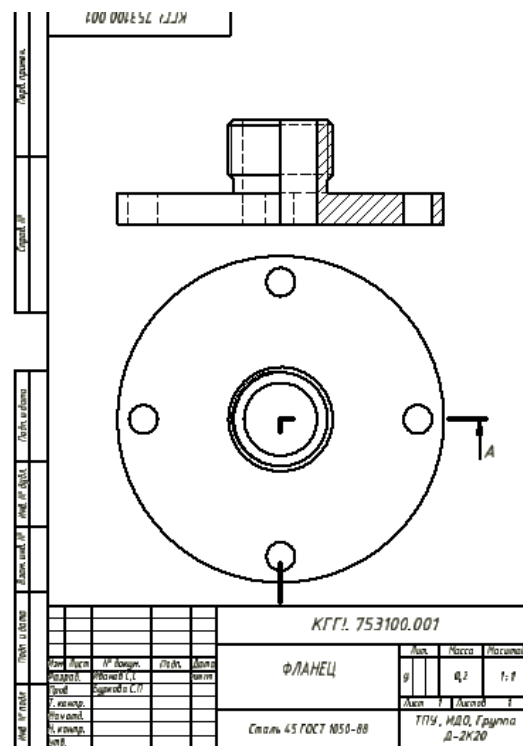

Рис. 3.23. Расположение изображений на листе
- Выведите курсор мыши на поле чертежа, расположите деталь так, как показано на рис. 3.23 и нажмите левую кнопку мыши.